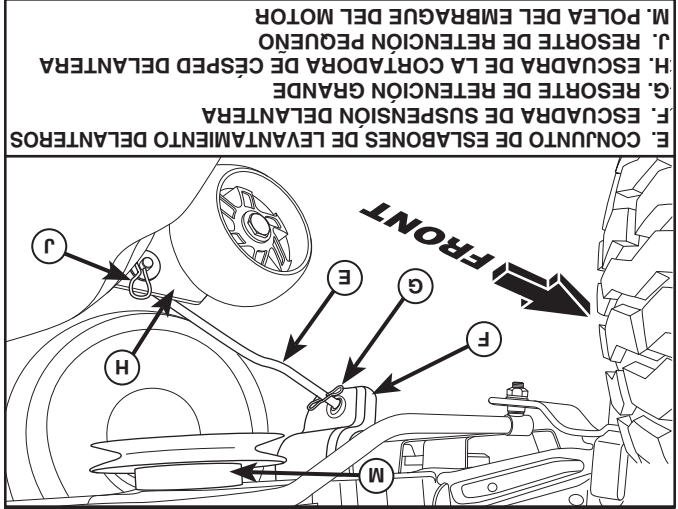

Fig. 14
8. INSTALE EL ESLABÓN DELANTERO (E) (Vea Fig. 14)
- Desde la parte delantera del tractor, inserte el extremo de varilla del eslabón delantero (E) a través del agujero delantero de la escuadra de suspensión delantera del tractor (F).
- Muévase hasta el lado izquierdo de la cortadora e inserte un resorte de retención grande (G) a través del agujero del eslabón delantero (E) detrás de la escuadra de suspensión delantera (F).
- Inserte el otro extremo del eslabón (E) en el agujero de la escuadra derecha de la cortadora de césped (H) y asegure con una arandela y un resorte de retención pequeño (J).